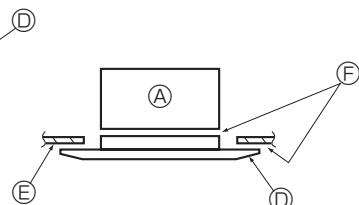

Fig. 5-8
* Compruebe que no haya huecos entre la unidad principal y la rejilla o entre la rejilla y el techo. (Fig. 5-8)